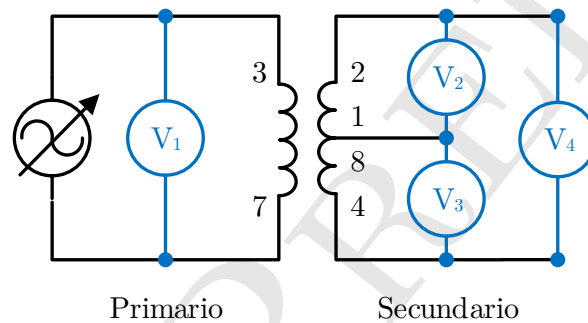

Figura 4: Circuito para determinar el tipo de polaridad.
1. Armar el circuito que se muestra en la Figura 4. los devanados (1,2) y (4,8) se deben conectar en serie como se indica en la Gifura 4.